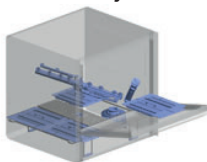

Fig. 4
- Si présentes, retirer les filtres de surface et les nettoyer avec une brosse sous l'eau courante (voir Fig. 4).